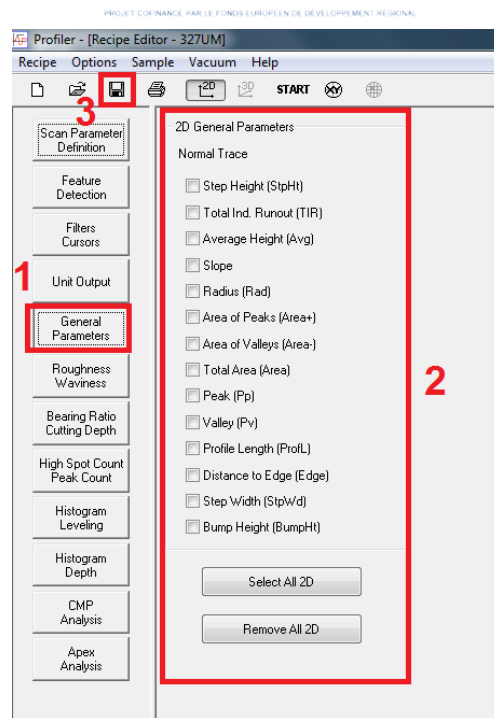

Figure 18 : Recipe editor – General Parameters
Si la recette est pour mesurer une marche, dans la fenêtre « Recipe editor » (figure 18) cliquer sur « General Parameter » (1) et sélectionner les résultats (2) à afficher lors de la mesure et enregistrer (3).